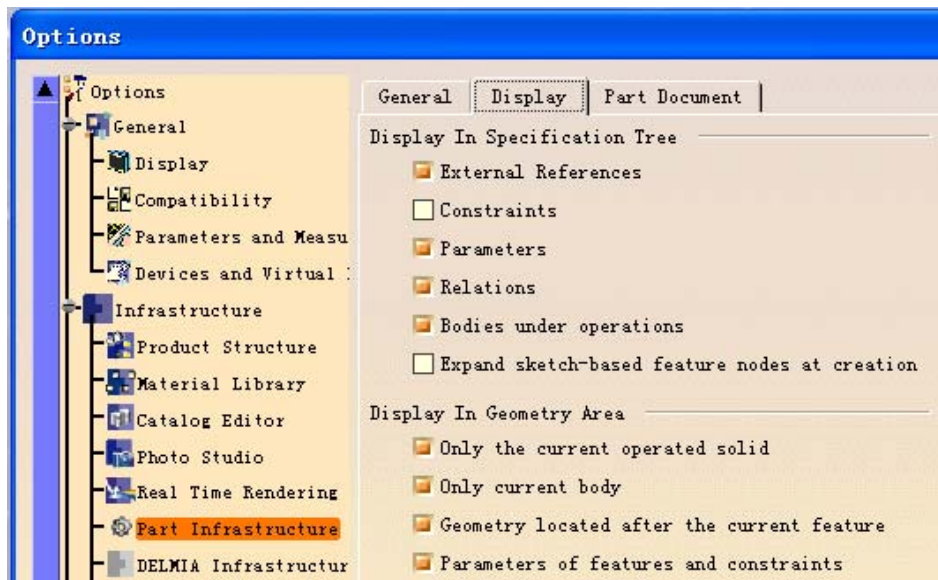

图 16-3
(2) 菜单中 Tools → Options → Infrastructure → Part Infrastructure → Display 中的 Display In Specification Tree 设成如图 16-3。